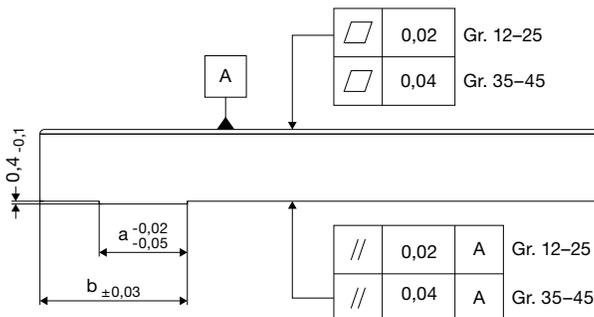

Abbildung 4: Zentriersteg
- alle angreifenden bzw. entstehenden Kräfte/Momente (dynamisch/statisch), (siehe Abbildung 4)
nuten. Dafür bringt man einen Zentriersteg an der Anschlussplatte an (Abbildung 4). Die Maße für die Fertigung des Zentrierstegs sind in Tabelle 1